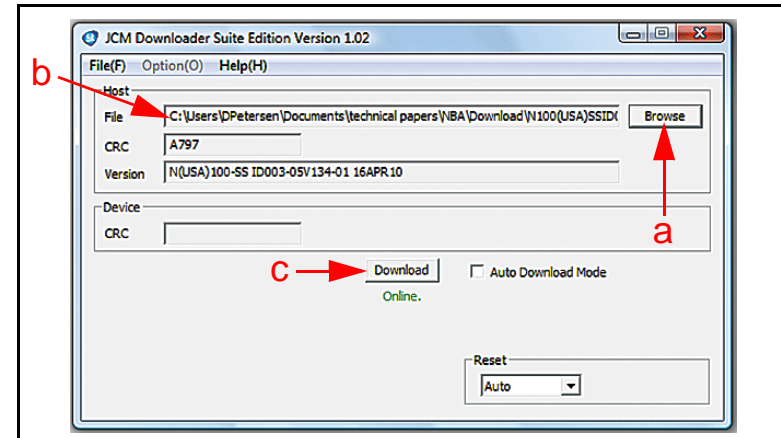

Figura 11 Pantalla de la versión 1.02 del gestor de descargas de JCM
Aparecerá la pantalla que se muestra en la Figura 11.
5. Utilice el botón “Browse” (Buscar) (Consulte la Figura 11 a) para buscar el archivo que desea descargar. Seleccione con el mouse el archivo que descargará para que aparezca en el campo “File” (Archivo) (Consulte la Figura 11 b); luego, haga clic con el mouse en el botón de la pantalla “Download” (Descargar) (Consulte la Figura 11 c).